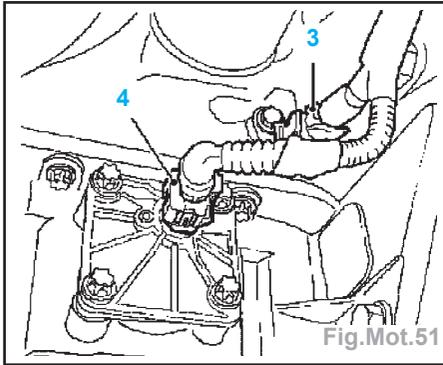
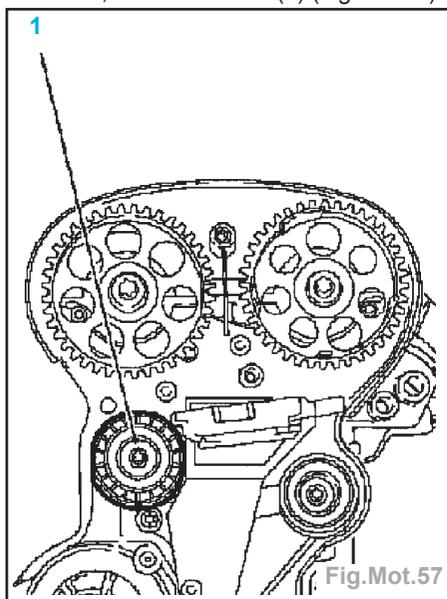

Fig.Mot.51
Fig.Mot.57
- Démontez le faisceau de câbles de gestion du moteur en bas (Fig.Mot.51) en débranchant :
- la fiche (1) de faisceaux de sonde lambda,
- la fiche (2) du manocontact d'huile,
- la fiche (3) du capteur de vilebrequin,
- la fiche (4) du contrôle dynamique du niveau d'huile.
- Déposer le galet de renvoi de courroie crantée, côté admission (1) (Fig.Mot.57).